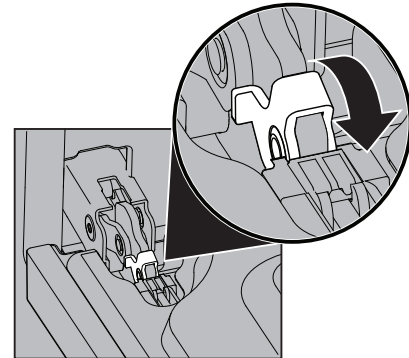
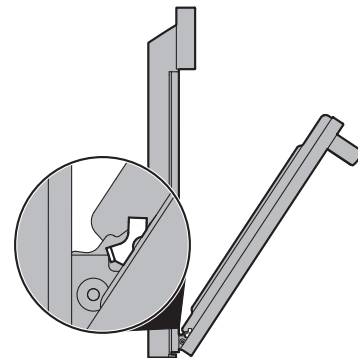

Figure 14: Serrure de charnière de porte
Figure 15: Position de retrait
2. Tirez vers l'avant le verrou situé sur chaque support de charnière du four jusqu'à ce que le verrou s'arrête. Vous devrez peut-être appliquer une petite pression vers le haut sur le verrou pour le tirer vers le haut (Figure 14 et Figure 15).
2. Tenez la porte du four au même angle que pour le retrait. Insérez avec précaution les leviers de charnière dans le cadre du four jusqu'à ce que vous sentiez que les leviers de charnière sont logés dans les encoches de charnière. Les bras de charnière doivent être entièrement insérés dans les encoches de charnière avant que la porte du four ne puisse être complètement ouverte. (Figure 15).
4. Poussez les verrous des charnières de droite et de gauche vers le haut et dans le cadre du four jusqu'à ce qu'ils soient en position verrouillée (Figure 14).